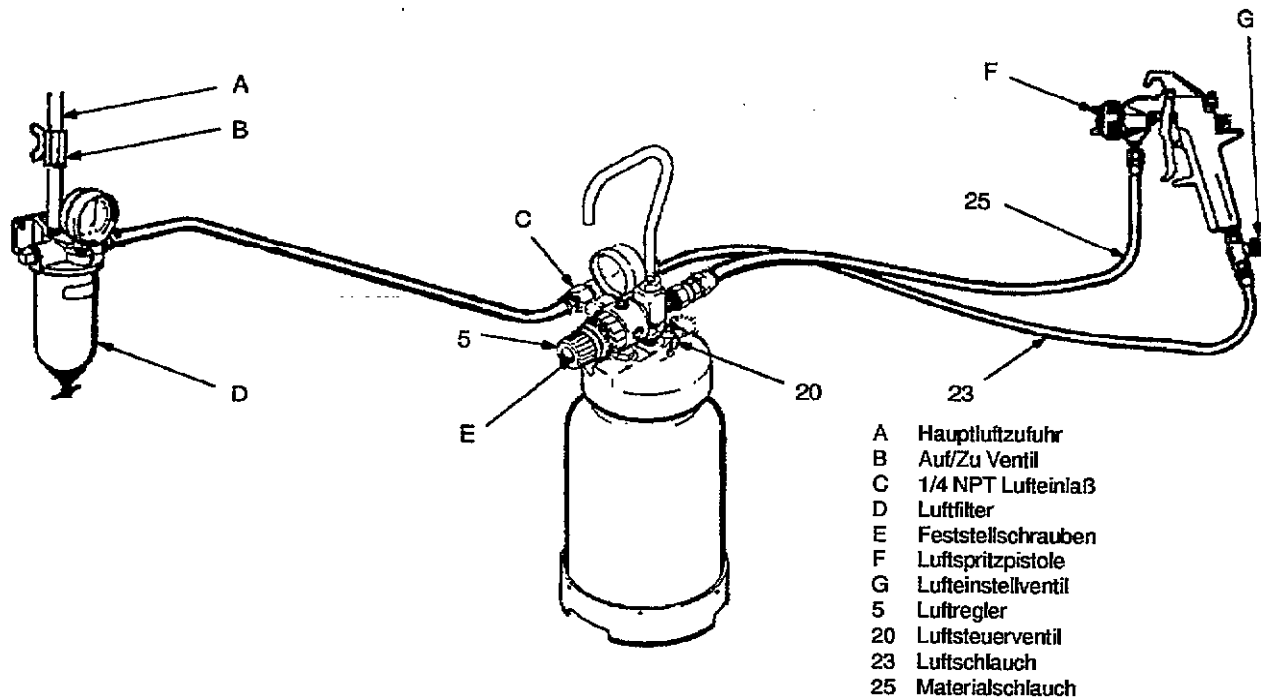

Abb. 1
Luftschlauch (23) und Materialschlauch (25) wie in Abb.1 gezeigt anschliessen. Siehe Abschnitt ZUBEHÖR wegen der empfohlenen Hilfsvorrichtungen.